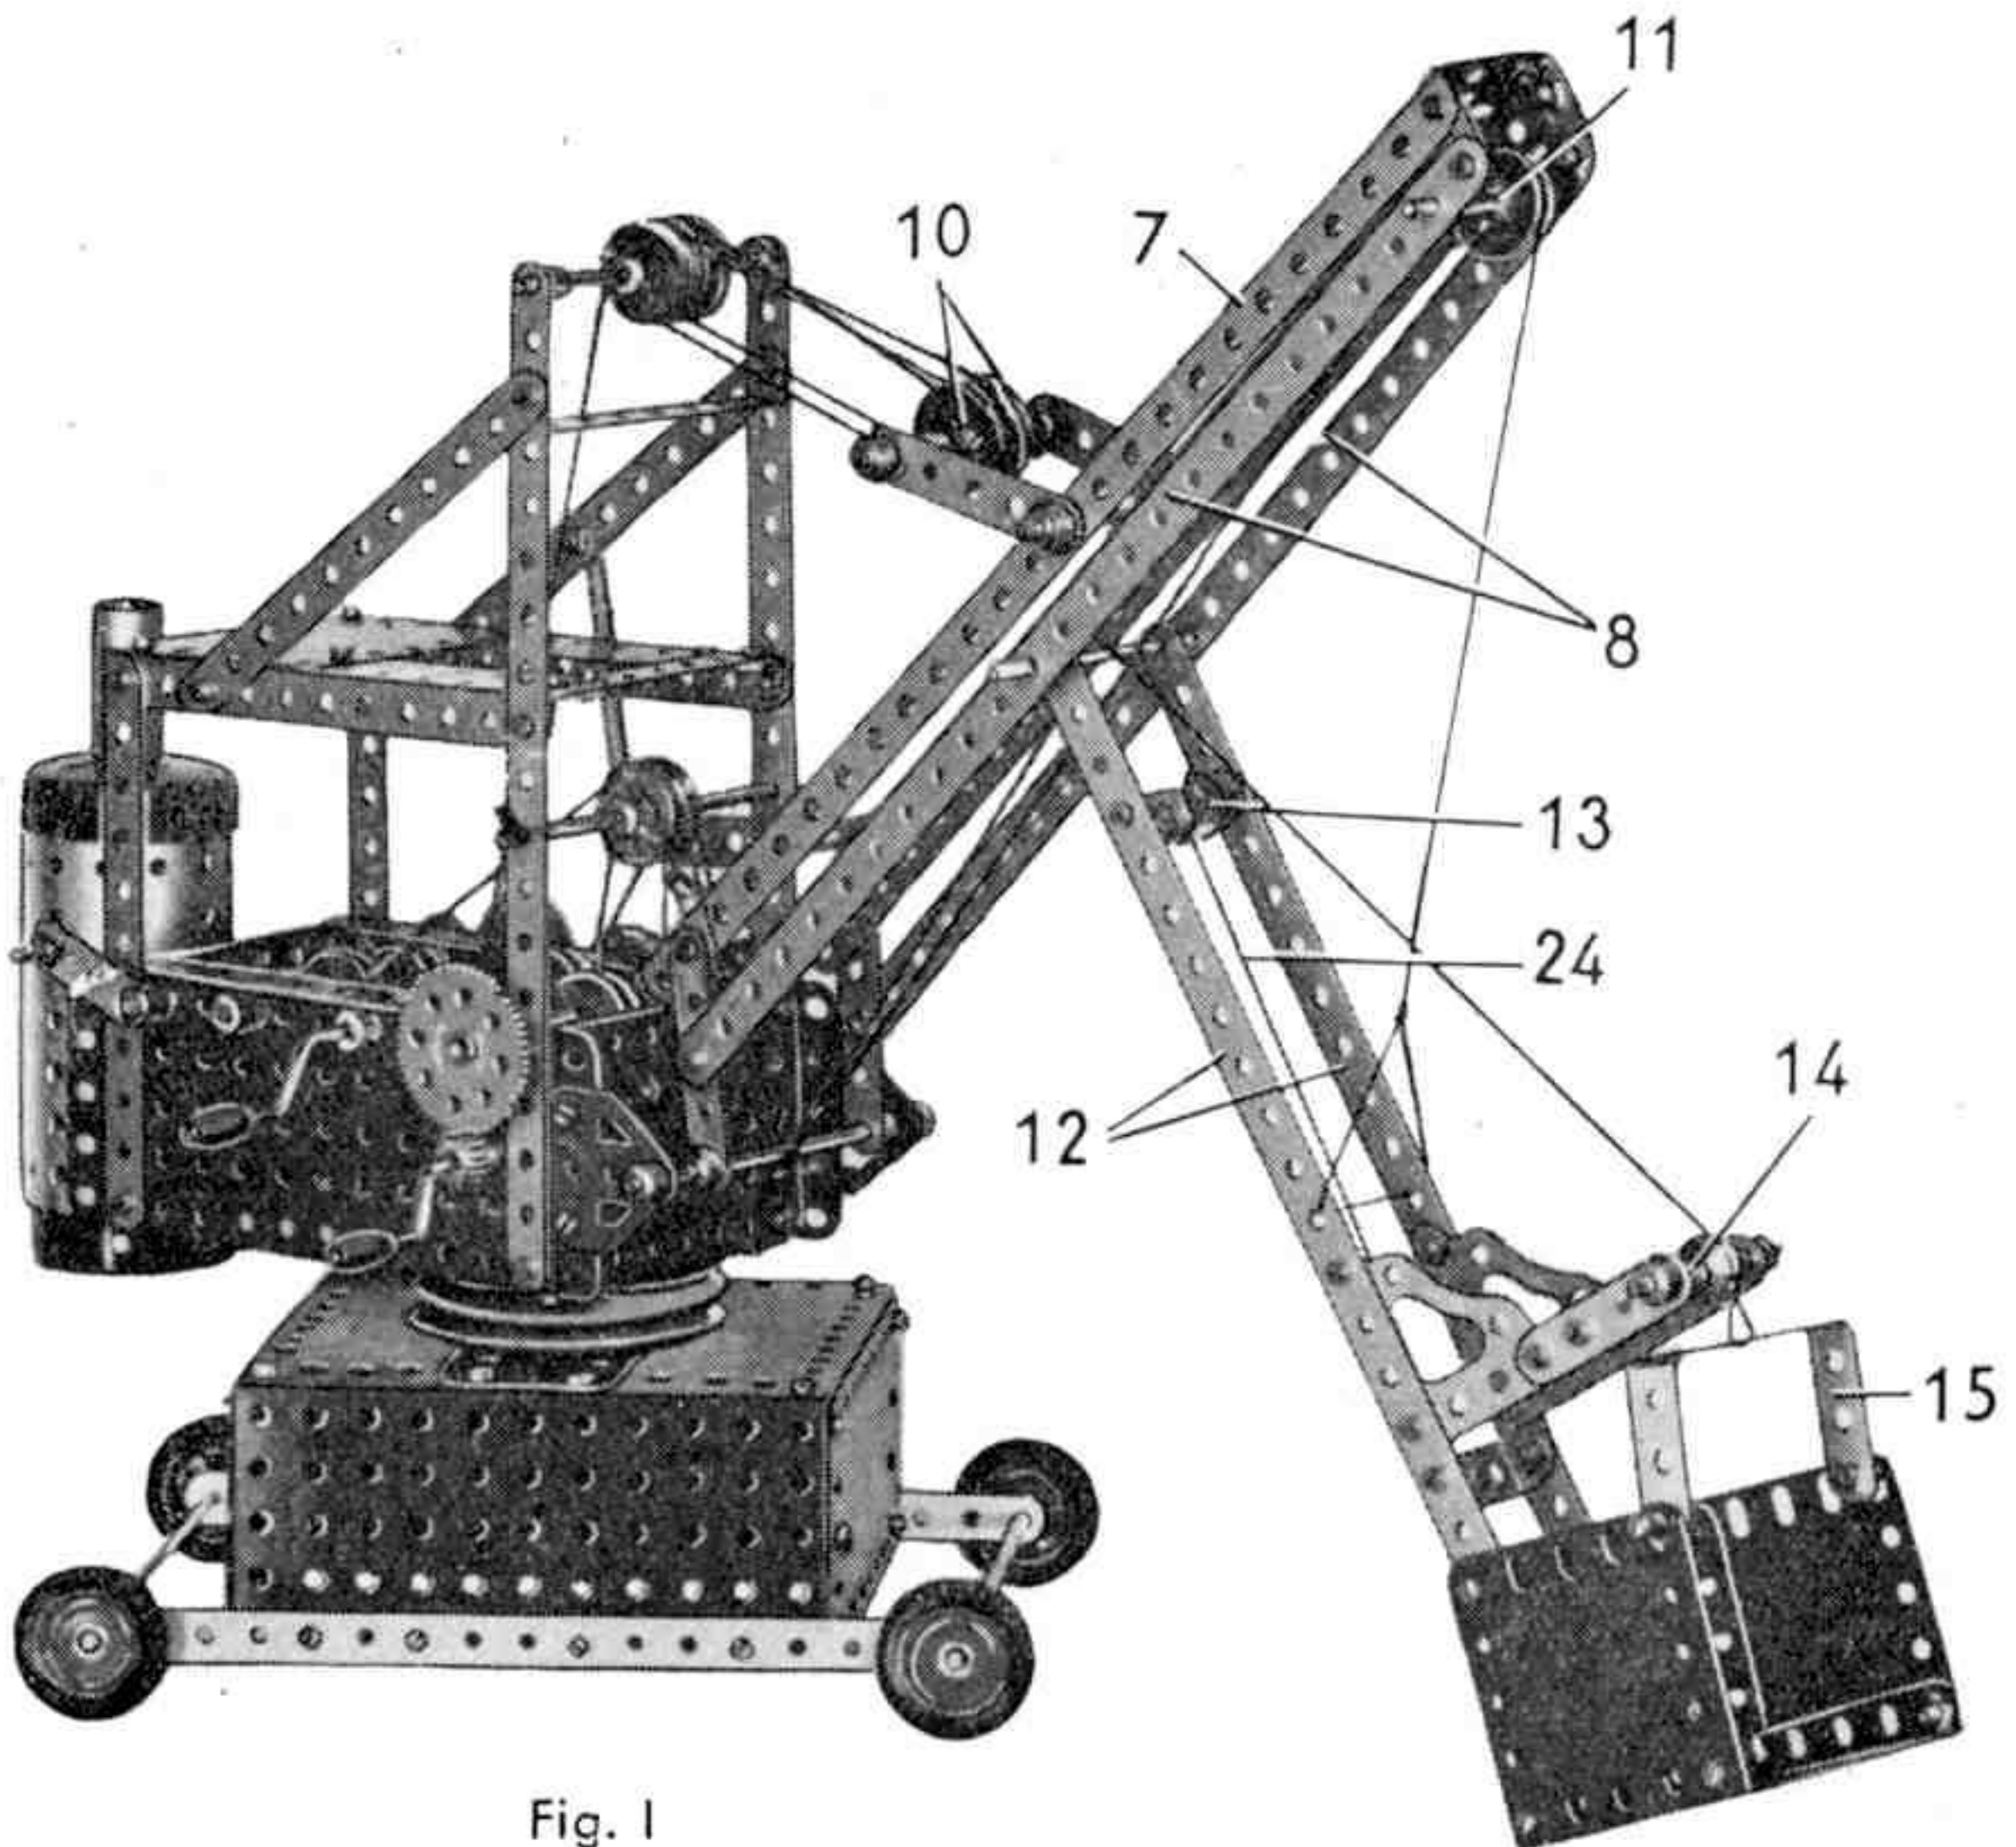

Fig. 1
Le bras qui porte la pelle est formé de deux bandes de 19 trous (12) assemblées par deux bandes coudées de 38 × 12 mm. La bande coudée supérieure porte un support double (13) (fig. 1). Deux équerres d'assemblage sont boulonnées sur les bandes (12) et sont prolongées chacune de deux trous par une bande de 5 trous. Une tringle de 6 cm. passe dans ces bandes et est munie d'une poulie de 12 mm. (14).